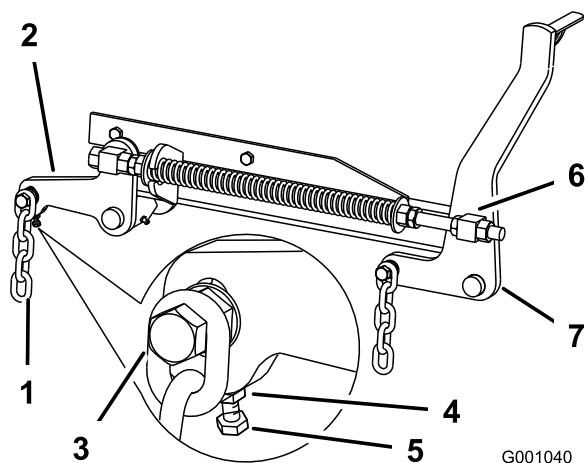

Figura 76
7. Si las medidas realizadas en las posiciones **B** o **C** no son correctas, afloje el perno que fija la cadena trasera al brazo de soporte trasero (Figura 76).
8. Afloje la contratuerca situada debajo del brazo de soporte trasero y ajuste el perno de ajuste hasta obtener una medida de 80 a 83 mm (3-1/8 a 3-1/4 pulg.) (Figura 76).
7. Afloje las contratuercas de pivote delantero, en la parte delantera de los pivotes derecho e izquierdo, aproximadamente 13 mm (1/2 pulg.) (Figura 76).
8. Ajuste las tuercas de elevación en el lado izquierdo y derecho de la máquina hasta obtener una distancia de 6 a 10 mm (1/4 a 3/8 pulg.) menos en la parte delantera en **A** que en la parte trasera, en **B** (Figura 76).